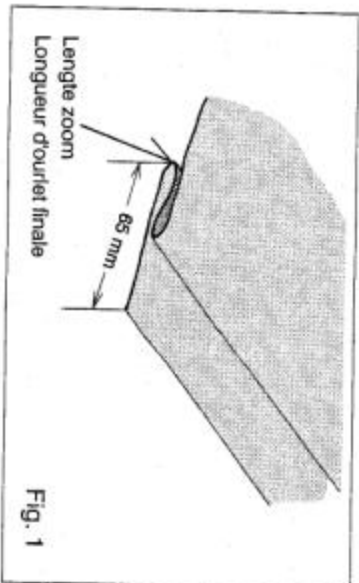

Fig. 1
1. Vouw de zoom in de stof op de door u gewenste zoombreedte en pers deze vlak. Vouw de zoom terug naar de juiste kant van het kledingstuk, zodat er een flauwe vouw komt, aan de verkeerde kant van de stof. Zie Fig. 1.
1. Replier le tissu sur l'envers à la profondeur désirée pour l'ourlet et repasser le pli. Rabattre l'ourlet vers l'intérieur du tissu en ne laissant dépasser qu'un faible bord du côté envers (Fig. 1).